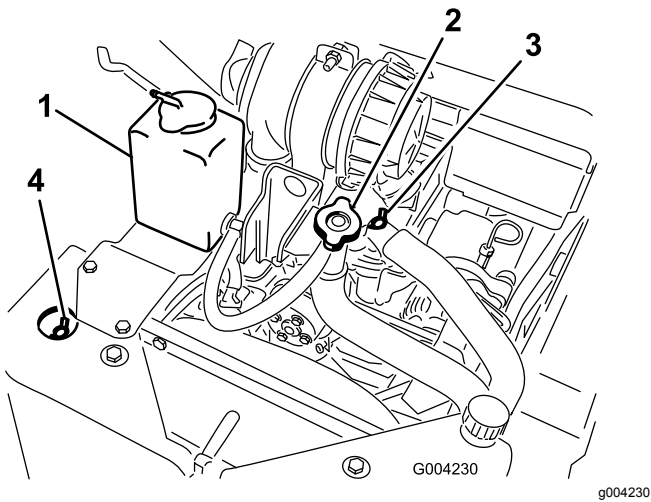

**Figura 50**
3. Compruebe el nivel de refrigerante en el depósito de expansión (Figura 50).
- I. Añada refrigerante al depósito de expansión hasta que llegue a la marca de Lleno del lateral del depósito (Figura 50).